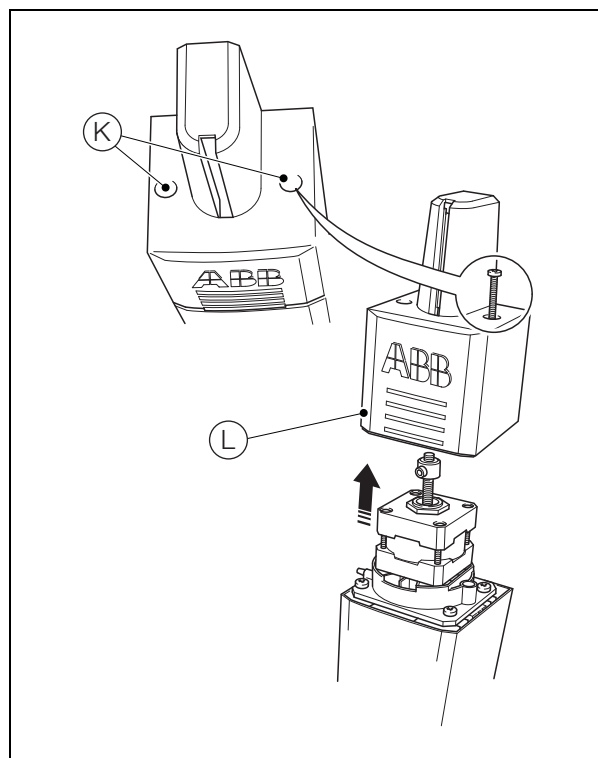

Abb. 13.12 Ausbauen der oberen Messzellenabdeckung
- Entfernen Sie wie in Abb. 13.12 gezeigt die beiden Schrauben (K) und die obere Messzellenabdeckung (L).
11. Bringen Sie wie in Abb. 13.12 gezeigt die obere Abdeckung (L) der Messzelle wieder an und befestigen Sie sie mit den beiden Schrauben (K).